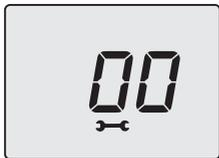

Figura 5.29
- Pulse durante 1 s el botón 14 (Figura 5.25) para entrar en el parámetro seleccionado. El display mostrará lo siguiente (Figura 5.29).